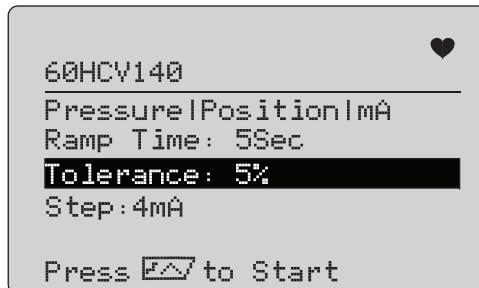

Рисунок 52. Настройка проверки характеристик
- Перейдите в меню **Signature Test** (Проверка характеристик). См. Рисунок 52.